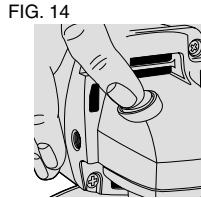

FIG. 14
4. faire tourner la broche manuellement tout en appuyant fermement sur son bouton de verrouillage afin de l'enclencher et de l'immobiliser (fig 14);